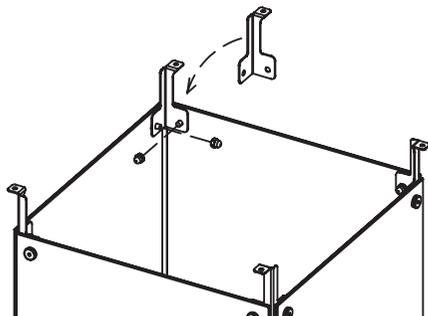

Рис. 16.
13. Вставьте в два монтажных отверстия в нижней части кронштейна верхней крышки винты в верхнем углу крышки из закаленного стекла, а затем затяните винты способом, описанным в шаге 11. По очереди установите оставшиеся 3 кронштейна для крышки (рис. 16).
14. Установите верхнюю крышку на четыре кронштейна верхней крышки и отрегулируйте отверстия для винтов с левой стороны по четырем углам верхней крышки так, чтобы они совпадали с монтажными отверстиями кронштейнов верхней крышки. Закрепите верхнюю крышку и кронштейн с помощью 4 саморезов 4.8x9.5 (рис. 16).